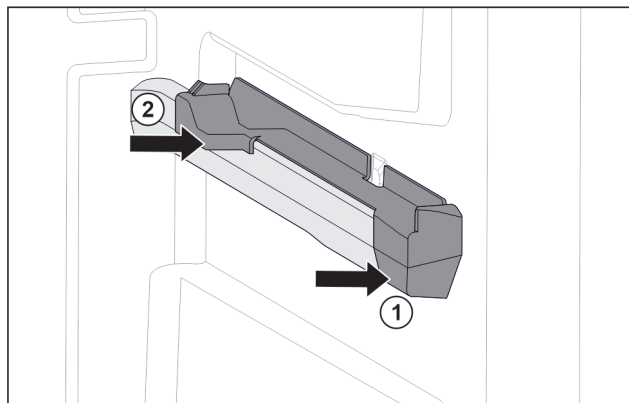

Fig. 129 Pjesa kapëse në brinjën e djathtë të kutisë
- ▶ Vendosni pjesën kapëse përpara në brinjën e kutisë. Fig. 129 (1)
- ▶ Shtyni pjesën kapëse në pjesën e pasme. Fig. 129 (2)